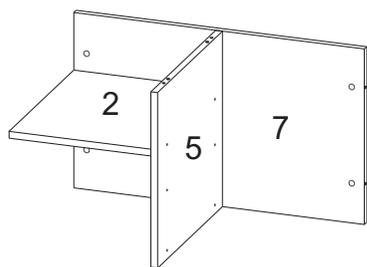

Рис.6
- Соедините деталь 2 с деталью 5 и затяните эксцентрики по часовой стрелке до упора. (рис.6)